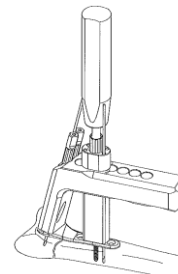

図15
- 15) 選択した長さの2.7コーティカルスクリューを、ヘクスローブ10ドライバーにて挿入し、仮固定します。(図15) 骨幹部長穴用スリーブ、13ガイドピンを外します。